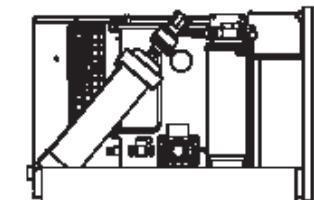

Рис. 16
1. Выньте прибор из шкафа (рис.16).